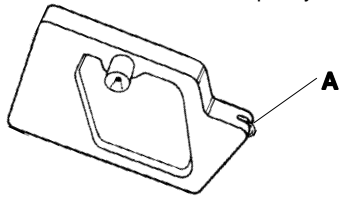
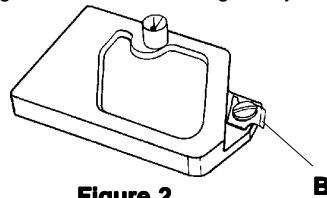
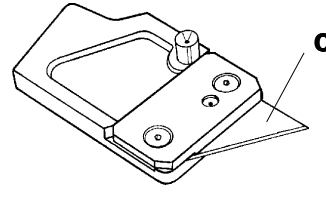
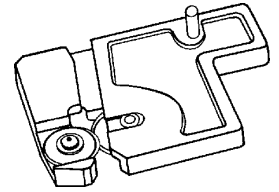

Figure 1
Figure 2
Figure 3
Figure 4
Four separate tool holding **PILLAR POSTS** are provided. The glass cutting **PILLAR POST, Figure 1**, uses a replaceable wheel unit (**A**). Ten steel wheel units are included with the machine, and tungsten carbide wheel units are available. The plastic cutter **PILLAR POST, Figure 2**, utilizes the APB-12 replaceable cutting blade (**B**), 10 of which are provided in the parts bag. The mat/mount board **PILLAR POST, (Figure 3)** uses a special blade (**C**), 10 included. The hardboard cutter (**Figure 4**) is a dual wheel cutting device located on it's **PILLAR POST**.
Vier separate **Werkzeughalter** sind vorhanden. Der **Glasschneidehalter (Abbildung 1)** benutzt ein austauschbares Glasschneiderädchen (A). Die Maschine wird mit zehn Glasschneiderädchen geliefert, Wolfram-Karbid-Schneiderädchen sind erhältlich. Der **Plastikschneidehalter, (Abbildung 2)** verwendet die austauschbare Anreißklinge APB-12 (B), von denen zehn Stück in der Teiletüte zu finden sind. Zum Schneiden von Passepartoutmaterial und Karton wird ein **Halter (Abbildung 3)** mit einer **speziellen Klinge (C)** sowie 10 Ersatzklingen, geliefert. Der **Halter (Abbildung 4)** zum Schneiden von Hartfaserplatten enthält aus zwei extrem scharfe Rollenmessern.
La machine est fournie avec quatre **OUTILS** différents pour attacher des dispositifs de coupe. L'**OUTIL** pour la coupe du verre, **Figure 1**, utilise un assemblage à molettes remplaçable (A). Dix assemblages à molettes en acier sont fournis avec la machine et des assemblages à molettes en carbure de tungstène sont également disponibles. L'**OUTIL** pour la coupe de plastique, **Figure 2**, utilise une lame à entailler ABP-12 remplaçable (B), et 10 de celles-ci sont fournies dans le sachet de pièces détachées. L'**OUTIL** pour la coupe des panneaux de montage et des panneaux en mousse (**Figure 3**) utilise une lame spéciale (C) et 10 d'entre elles sont incluses. Le dispositif de coupe pour les panneaux MDF est équipé d'un jeu de deux molettes situé à même l'**OUTIL**.